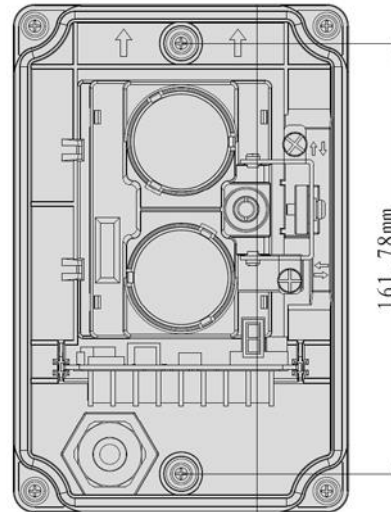

Figura 6: Barriera Lineare
1. A seconda del requisito del progetto, se la distanza tra il rivelatore e lo specchio riflettente è 8m-40m, installare un riflettore è sufficiente; se la distanza è 40m-100m, sono necessari quattro riflettori. Fare riferimento alla Figura 6.
3. Fissare lo specchio riflettente utilizzando due viti standard ST4x30, nel caso di specchio monoblocco, se necessario, eseguire gli stessi passaggi per gli altri specchi. Fare riferimento alla Figura 6.